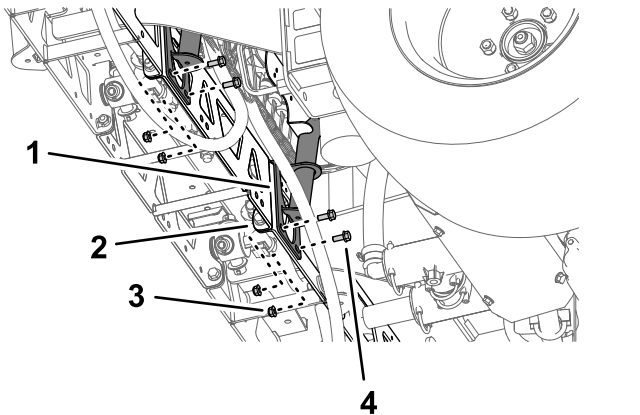
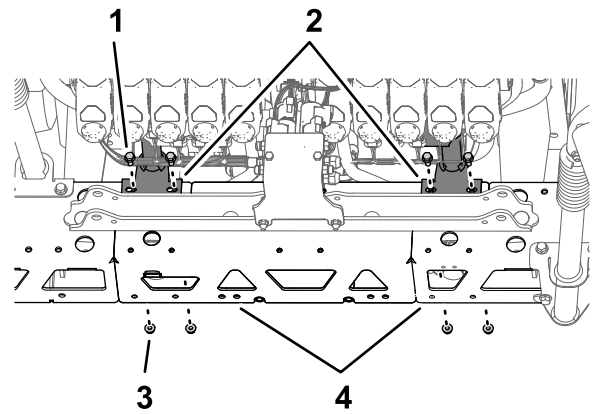

Figure 109
Figure 110
2. Placez les trous de la patte de montage du support de vannes en face des trous dans le cadre en treillis de la section de pulvérisation centrale (Figure 109).
3. Montez le support de vannes sur le cadre en treillis (Figure 109 et Figure 110) à l'aide de 4